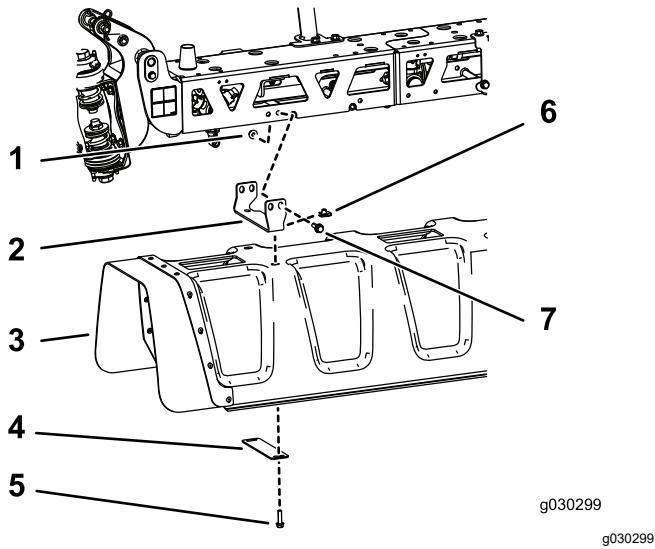

Рисунок 9
1. Установите средний кожух на кронштейн с помощью 8 П-образных гаек, 4 пластинчатых шайб и 8 болтов с шестигранными головками (5/16 x 1 $\frac{1}{4}$ дюйма), как показано на Рисунок 9.
2. Установите каждый из 4 кронштейнов средней стрелы и монтажные пластины стрелы на среднюю стрелу с помощью 4 болтов с шестигранными головками (3/8 x 1 1/4 дюйма) и 4 фланцевых гаек (3/8 дюйма), как показано на Рисунок 9.